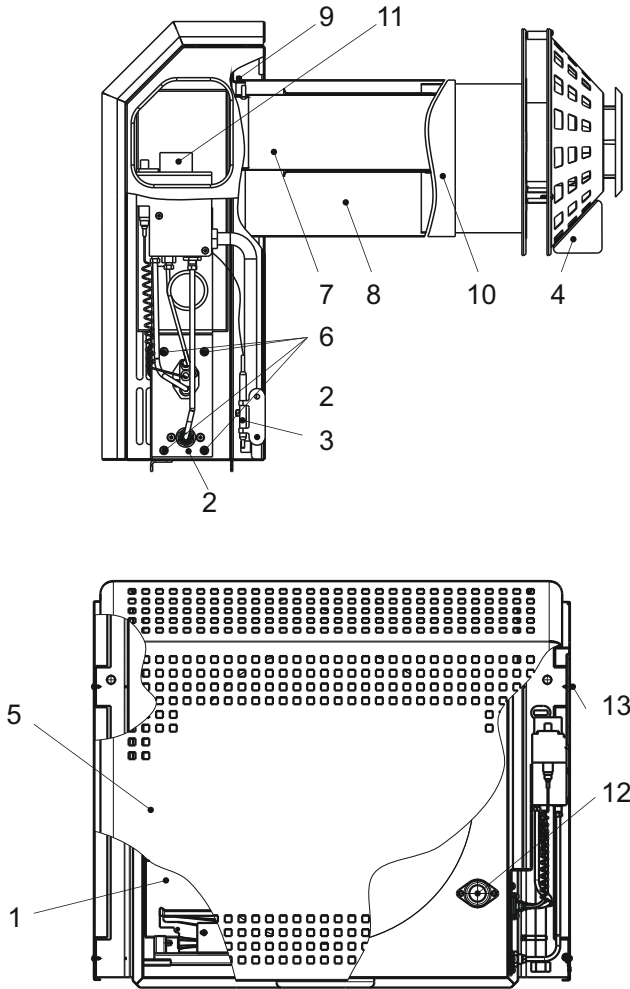

Рис. 1. Будова конвектора
5.1. Конвектор (рис.1) складається з таких основних частин: корпусу із герметичною камерою згорання, димоповітряного блоку, пристрою газопальника, кришки, що закриває верхній отвір облицювального кожуха. Для забезпечення герметичності топки конвектора між корпусом і димарем, пристроєм газопальника, кришками встановлені прокладки з базальтового картону.
6.4. Установа конвектора повинна виконуватися відповідно до вимог ДБН В. 2.5-20, а також згідно таблиці 3, у такій послідовності (рис. 1,2).